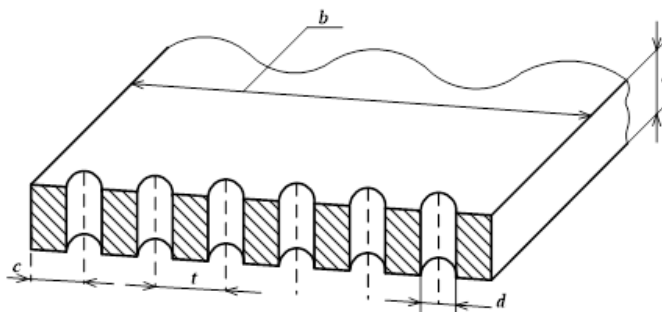

Рис. 3
3. Проверим прочность листов на растяжение. Проверим тонкий лист. Отверстия под заклепки ослабляют сечение, рассчитываем площадь листа в месте, ослабленном отверстиями (рис. 3):